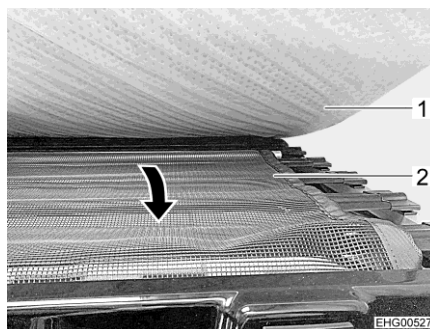

Bild 36 Skyddsnät
- Dra ut skyddsnätet (Bild 36,2) under madrassen (Bild 36,1) och spänn det över åtkomststoppningen.